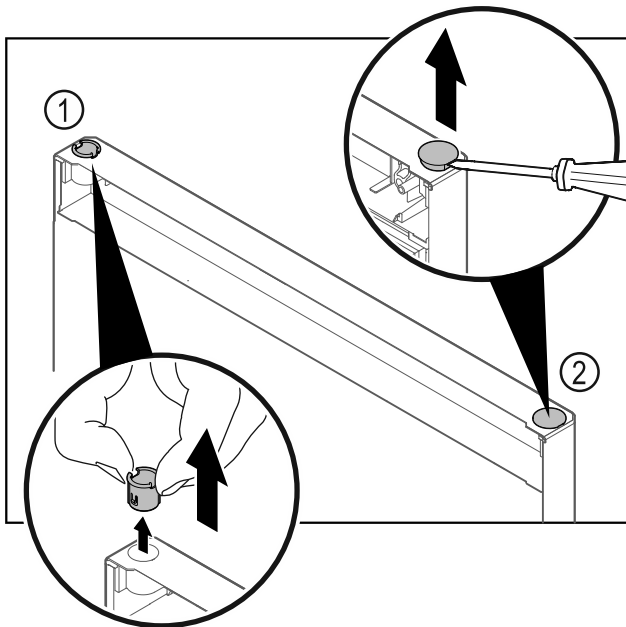

Fig. 29
- Retirer la bague Fig. 29 (1) avec les doigts.
- Soulever délicatement le bouchon Fig. 29 (2) avec un tournevis plat et le retirer.